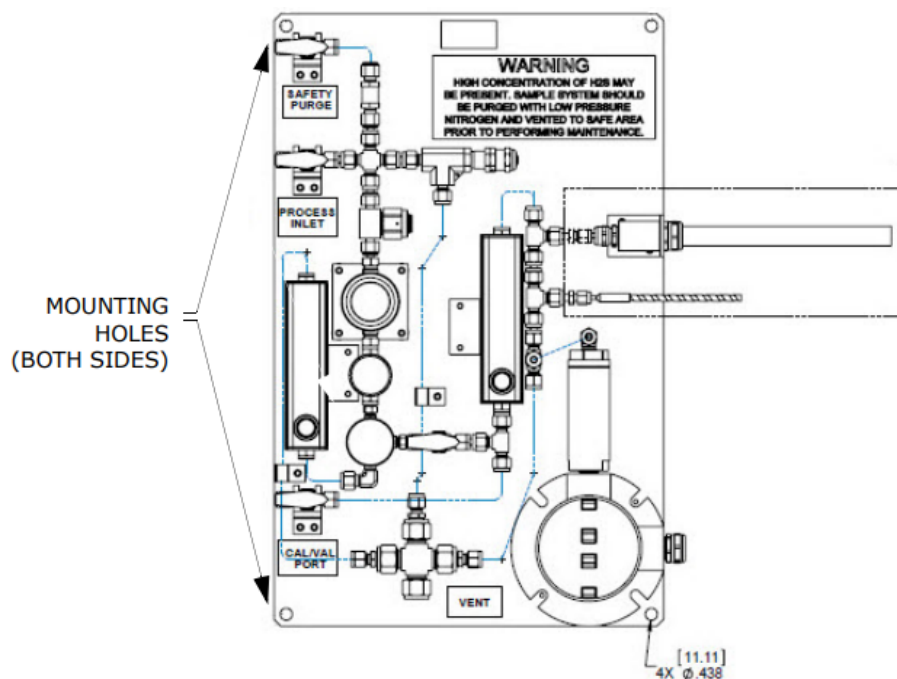

Abbildung 5. Probenaufbereitungssystem – Montageorte abgesetzte Analysetafel
3. Montagebohrungen auf dem Gerät lokalisieren. Siehe Abbildung 5 und Systemzeichnungen in Anhang A.